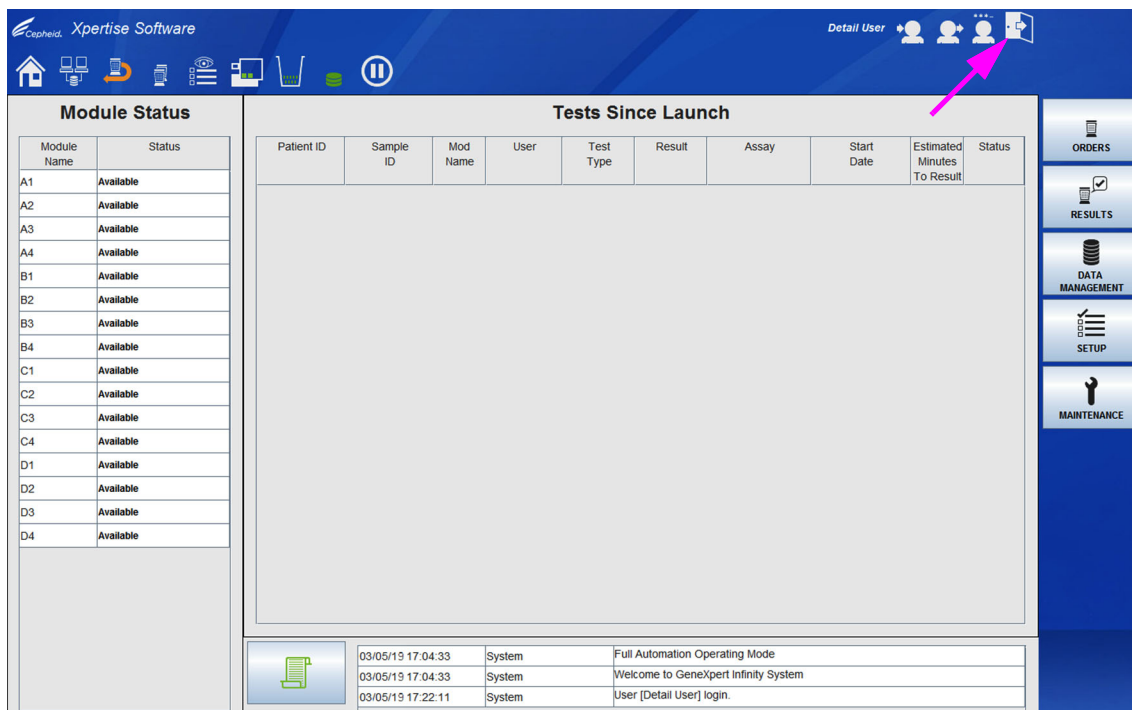
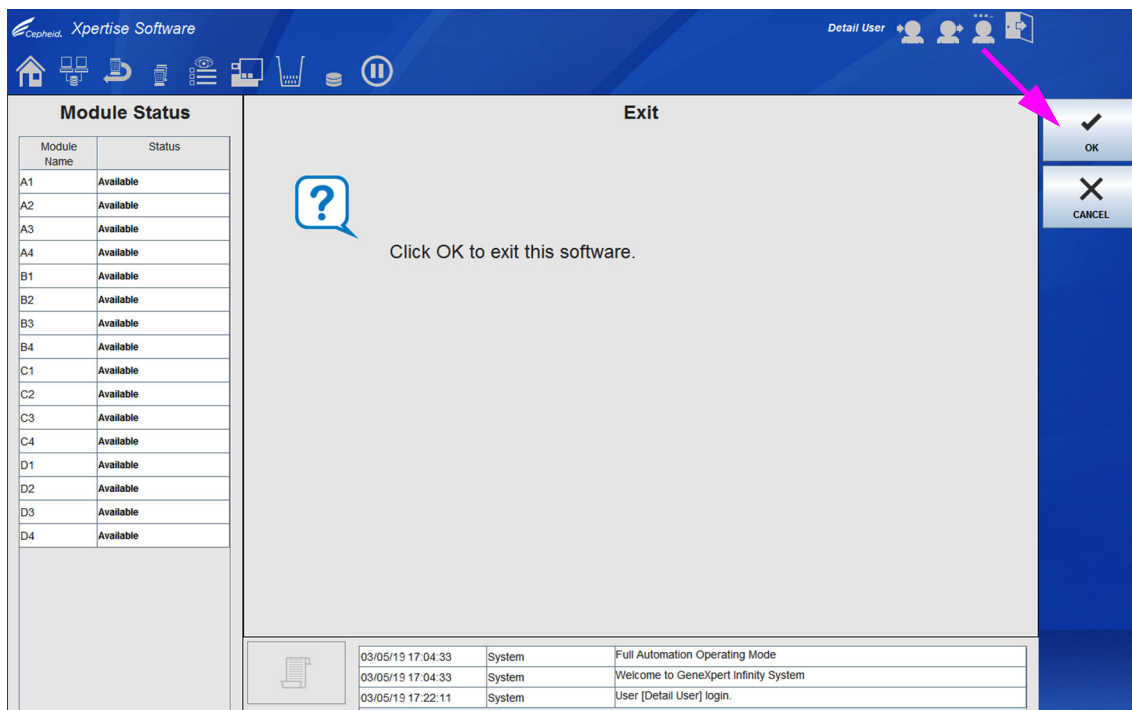

図 2-71. Xpertise Software ホームワークスペース
図 2-72. ソフトウェア終了ワークスペース、確認
2. ワークスペースの右上にある**終了 (Exit)** アイコンを選択して、Xpertise Software を終了します (図 2-71 を参照)。ソフトウェアの終了確認が表示されます。図 2-72 を参照。
3. **OK** ボタンを選択します (図 2-72 を参照)。